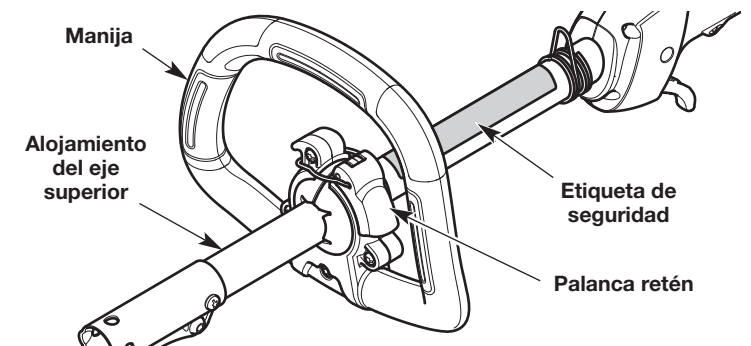

Fig. 8
7. Mantenga la unidad en la posición de funcionamiento (Fig. 21). Mueva la manija hacia arriba o abajo del alojamiento del eje superior hasta que esté en una posición cómoda (Fig. 8). Compruebe que la manija esté ubicada más allá del extremo de la etiqueta de seguridad (Fig. 8).
1. Levante la palanca retén para aflojar la manija (Fig. 8).
2. Mantenga la unidad en la posición de funcionamiento (Fig. 21). Mueva la manija hacia arriba o abajo del alojamiento del eje superior hasta que esté en una posición cómoda (Fig. 8). Compruebe que la manija esté ubicada más allá del extremo de la etiqueta de seguridad (Fig. 8).